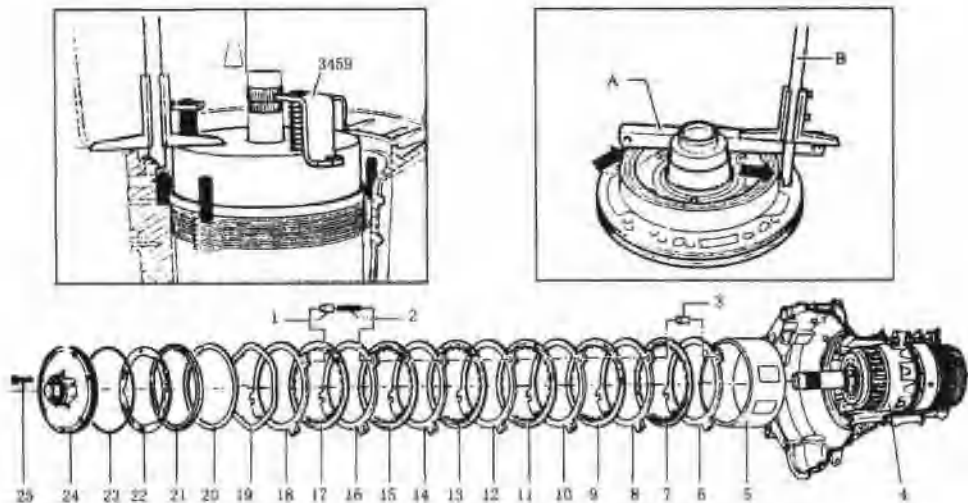

图4.57 2、4挡制动器B2
③ 拆下ATF系的螺栓25，用两个M8的螺栓拧入ATF系的螺孔内，将大齿轮从变速箱壳体顶出；取出支承管5、外摩擦片6、弹簧2和弹簧头1，如图4.57所示。